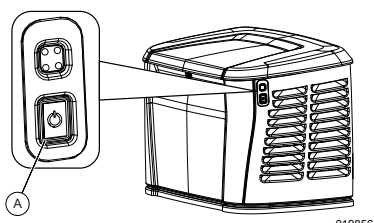

Figure 3-6. Interrupteur d'arrêt d'urgence de la génératrice externe (tous les modèles)
Voir Figure 3-6. Un interrupteur d'arrêt d'urgence de la génératrice (A) est prévu sur l'extérieur du panneau arrière de la génératrice. L'interrupteur d'arrêt d'urgence de la génératrice arrête la génératrice et bloque les redémarrages.